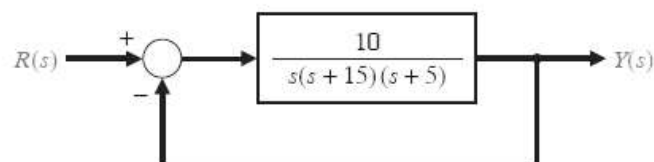

FIGURA PC5.10 Sistema em malha fechada para arquivo m.
- PC5.10** Desenvolva uma sequência de instruções em arquivo m para simular a resposta do sistema na Figura PC5.10 para uma entrada rampa $R(s) = 1/s^2$. Qual é o erro em regime estacionário? Apresente a saída em um gráfico $x-y$.